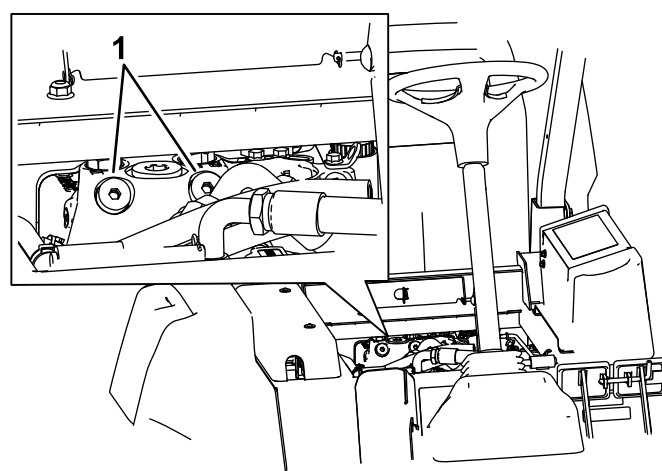

Figura 72
1. As válvulas de derivação encontram-se sob a dianteira do depósito de combustível (Figura 72).